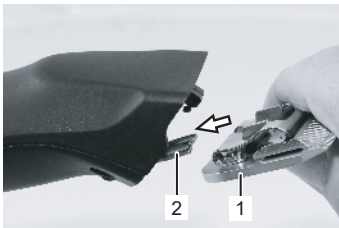

Fig. 17
6. Mettez la tête de coupe désirée sur la charnière de peigne et rabattez-la par pression légère vers la tondeuse en marche (fig. 17, 18, 19).